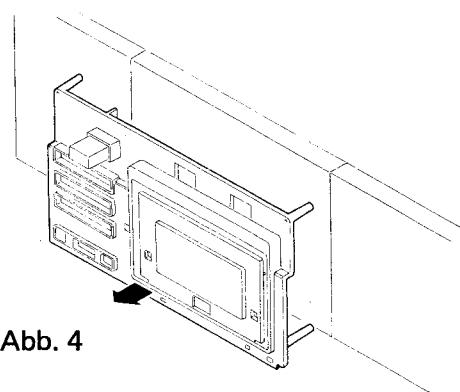

Abb. 4
- Die Einheit "Abdeckung kpl." nach vorne abziehen (Abb. 4).